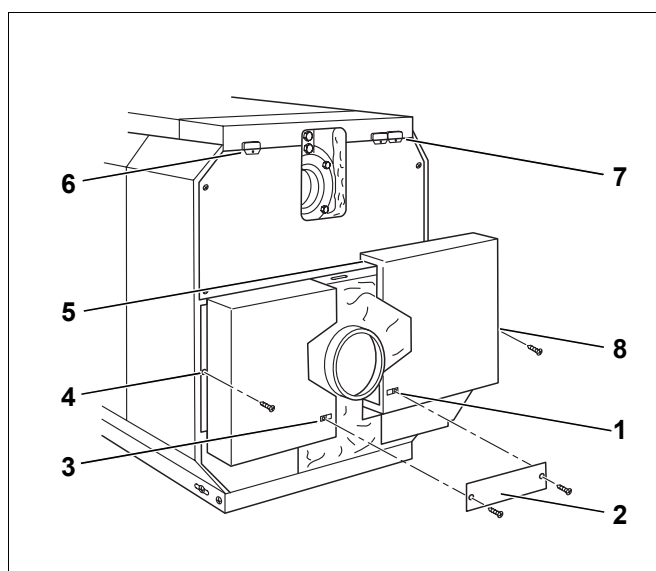

Bild 56 Kesselrückwandteile montieren
- Schnappmutter in die linke und rechte Seitenwand sowie in die Kesselrückwandteile einsetzen (Bild 56, **Pos. 1, 3, 4 und 8**).
- Die unteren Kesselrückwandteile links und rechts in die Schlitz der Abkantung der oberen Kesselrückwand und der Seitenwand einhängen (Bild 56, **Pos. 5**).
- Verbindungsblech (Bild 56, **Pos. 2**) unterhalb des Abgasstutzens auf die Kesselrückwandteile mit Blechschrauben anschrauben.
- Kabeldurchführungen aus Kunststoff wahlweise links oder rechts an der oberen Kesselrückwand befestigen (Bild 56, **Pos. 5 und 6**).